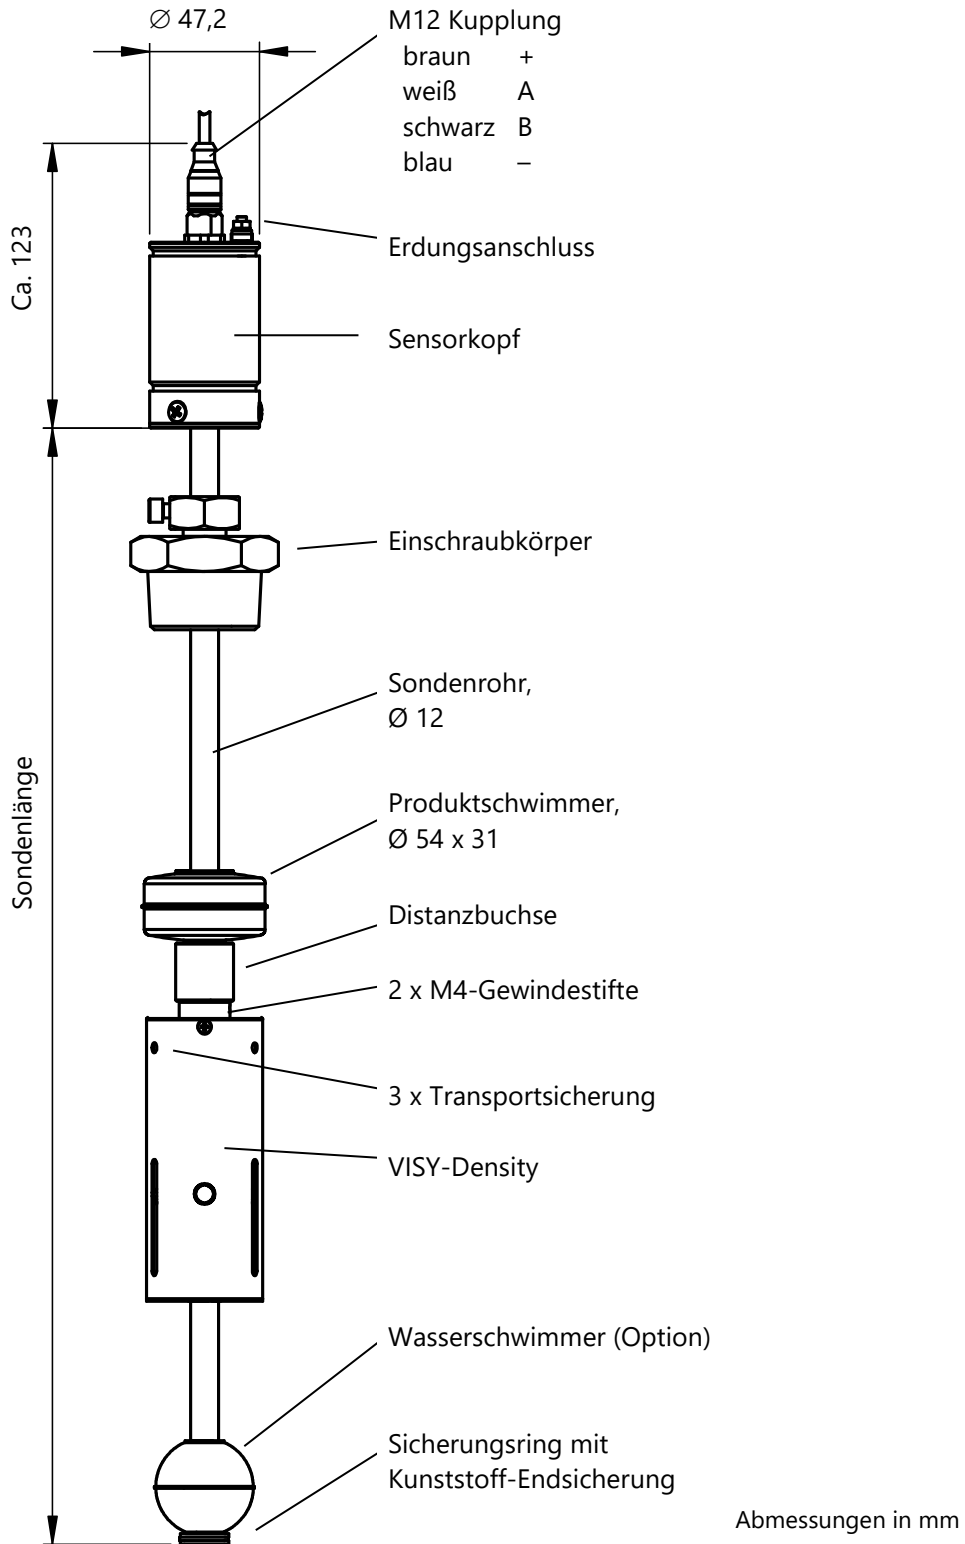

Abbildung 4: VISY-Stick Advanced mit Wasserschwimmer und VISY-Density Modul
3. Ggf. Standard-Wasserschwimmer ohne Distanzkragen (muss separat bestellt werden) mit der TOP-Markierung in Richtung Sondenkopf auf das Sondenrohr schieben (siehe Abbildung 4)